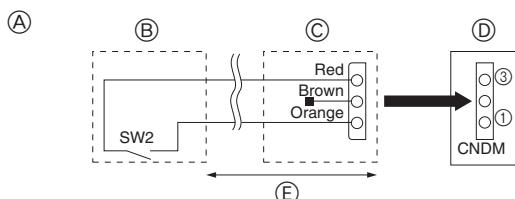

Fig. 8-2
- (A) Exemplo de diagrama de circuito (Função de pedido)
- (B) Disposição no local
- (C) Adaptador de entrada externo (PAC-SC36NA)
- (D) Painel de controlo da unidade exterior
- (E) Máx. 10 m
8.2. Função de pedido (modificação no local) (Fig. 8-2)